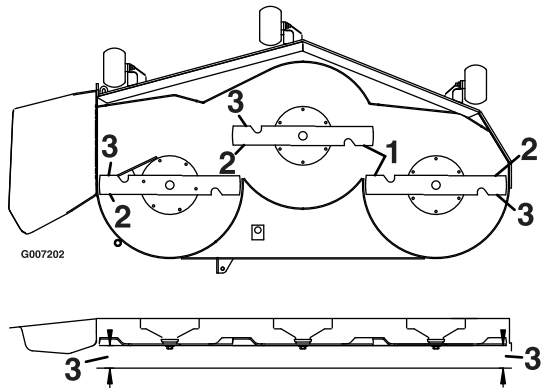

Bild 75
7. Messen Sie den Abstand zwischen der Messerspitze und der ebenen Oberfläche (Bild 75). Wenn beide Messwerte nicht innerhalb von 5 mm liegen, stellen Sie die Nivellierung ein; fahren Sie mit diesen Schritten fort.
13. Drehen Sie die Schnittmesser vorsichtig von einer Seite zur anderen (Bild 75).